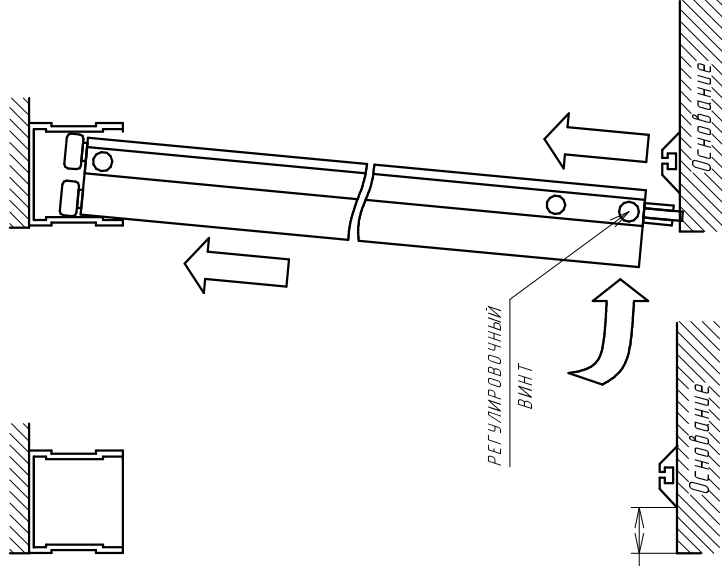

Рис. 1
4. Установить дверь-купе в последовательности изображенной на рис. 1